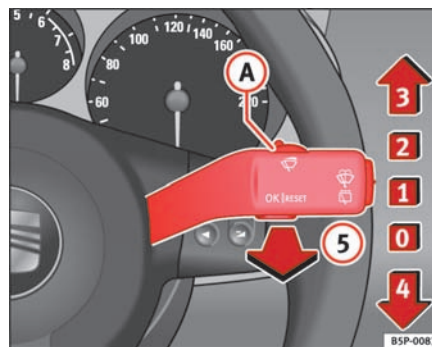

Fig. 83 Betjeningsarm til viskere og sprinklere
Betjeningsarmen til viskerne ⇒ fig. 83 kan stå i følgende positioner:
- Hvis bilen standser, når trin **2** ⇒ side 114, fig. 83 eller **3** er valgt, skiftes der automatisk ned til næste lavere trin. Kører bilen igen, skiftes der automatisk tilbage til det indstillede viskertrin.